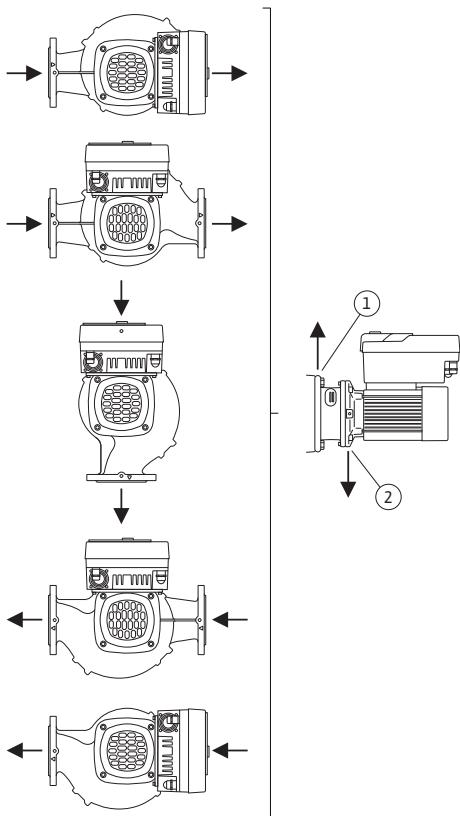

Fig. 17: Dozvoljeni položaji ugradnje sa horizontalnim vratilom
- Kod horizontalnog vratila motora je potrebno da otvor za odvod kondenzata bude okrenut nadole (Fig. 17, poz. 2). Motor se po potrebi mora okrenuti.